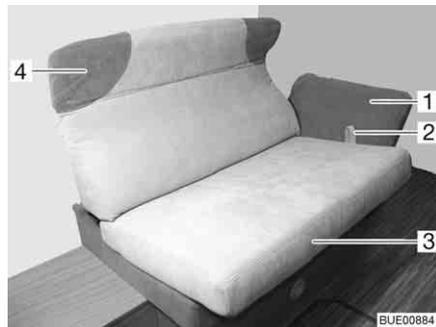

Fig. 81 Ajuste del banco longitudinal
- Tirar el lazo (Fig. 81,2) hacia arriba y tirar la superficie del asiento (Fig. 81,3) cuidadosamente hacia delante sobre los rieles.
- Sujetar el cojín de nuca (Fig. 81,4) con ambas manos y girarlo cuidadosamente hacia arriba o hacia abajo a la posición deseada.
- Sujetar el reposabrazos (Fig. 81,1) con ambas manos y girarlo cuidadosamente hacia abajo o hacia arriba a la posición deseada.